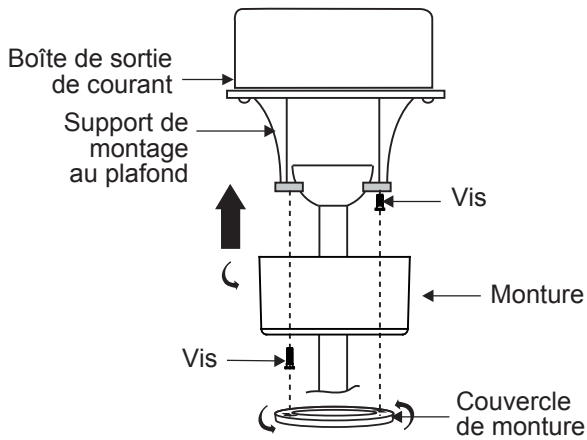

Fig. 14
Étape 2. Faites glisser la monture vers le haut jusqu'au support de montage et placez l'une des fentes en trou de serrure par-dessus la vis de montage du support de montage. Tournez la monture jusqu'à ce que la tête de vis se verrouille en place dans la section étroite du trou de serrure. (Fig. 14)
REMARQUE : Ajustez les vis de la monture au besoin jusqu'à ce que la monture et le couvercle de monture soit bien serrés. (Fig. 14)